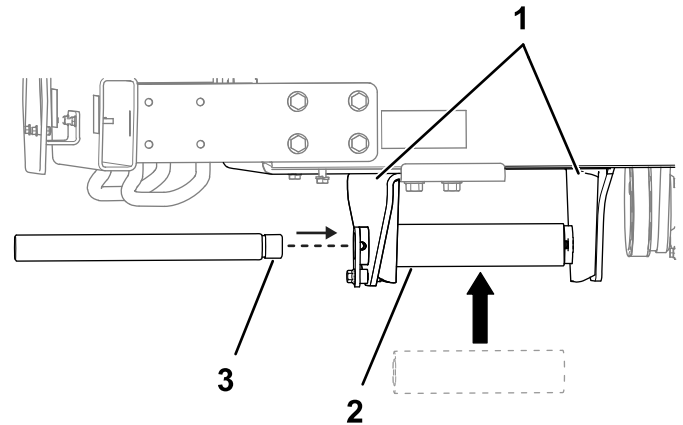

Figure 13
2. Insérez l'essieu d'écartement entre les supports d'essieu pour vérifier qu'ils sont à la bonne distance l'un de l'autre (Figure 13). Réglez la position du support d'essieu de rechange en conséquence.
3. Insérez l'axe de pivot dans l'essieu d'écartement (Figure 13). Si l'axe de pivot ne tourne pas librement, réglez la position du support d'essieu de rechange. Poncez les bords du cadre selon les besoins.